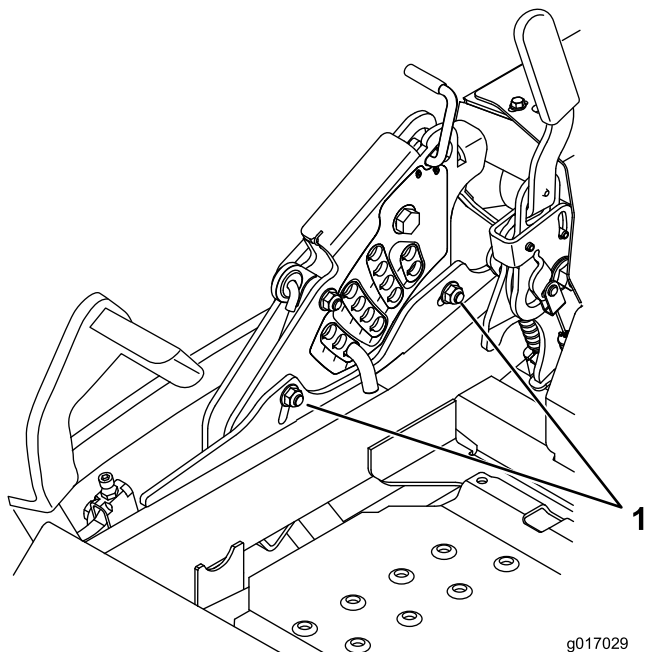

Bild 85
11. Zum Einstellen der zentralen Einstellung lösen Sie die zwei Schrauben unten an der Schnitthöhenplatte. Siehe Bild 85.
13. Ziehen Sie die Schrauben unten an der Schnitthöhenplatte an (Bild 85). Ziehen Sie sie auf 37-45 Nm an.